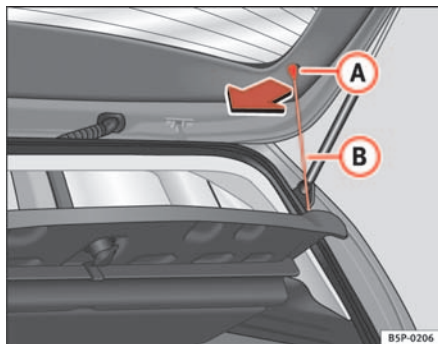

Abb. 121 Hutablage
- Die Streben  $\Rightarrow$  Abb. 121 **B** aus den Aufnahmen **A** aushängen